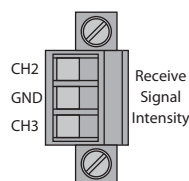

Abb.4: Sorties de tension analogiques – Affectation des broches sur le bornier à 3 pôles
- ▶ Le raccordement de ces sorties de tension s'effectue par une borne à vis à 3 pôles située sur la face avant du répéteur (voir Fig.4).